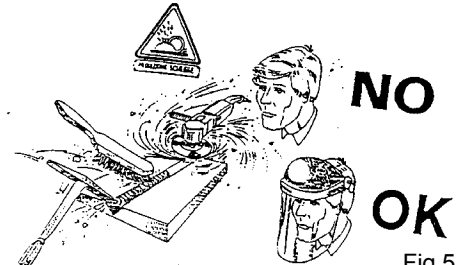

Fig.5
- Nos trabalhos mecânicos de laminação, escovagem, martelagem, etc. de peças soldadas, use sempre óculos de proteção com lentes transparentes, para evitar estilhaços e outras partículas estranhas que poderiam danificar os olhos. (Fig. 5).